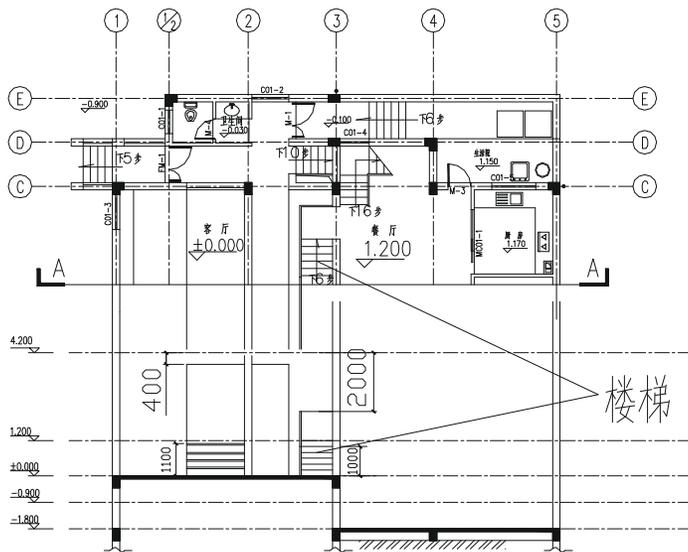

图 10-2-13
**STEP 12** 参照上面的绘制方法绘制楼梯, 如图 10-2-13 所示。